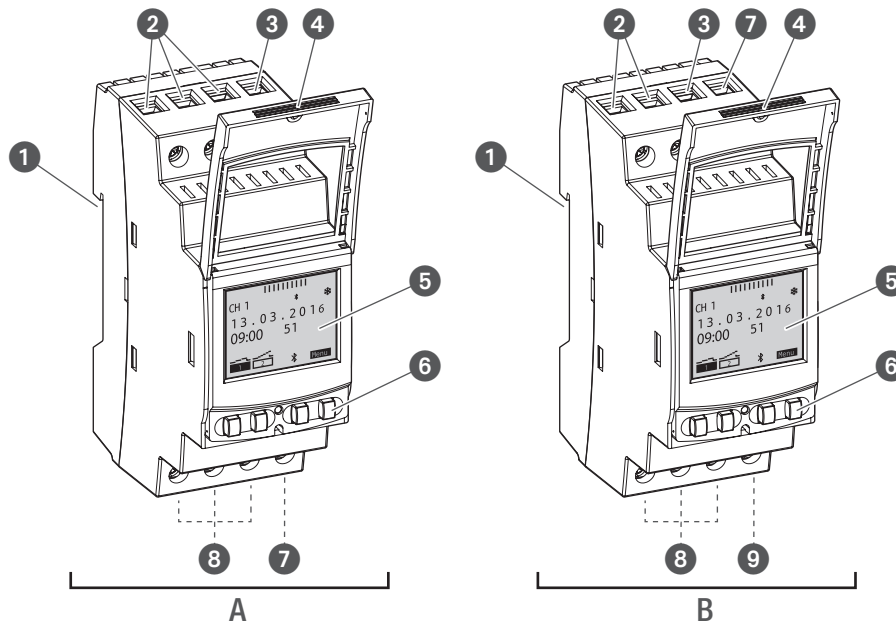

Fig. 1: Fordelingstidsur
Fordelingstidsuret er et tidsur som monteres på en DIN-skinne ved hjelp av et klikksystem (Fig. 1/①), og dette styrer den tilkoblede enheten. Fordelingstidsuret har 1 eller 2 kanaler og betjenes via en skjerm (Fig. 1/⑤) med 4 betjeningstaster (Fig. 1/⑥). Fordelingstidsuret kan programmeres manuelt eller via en mobil enhet. Radiosignalets frekvens ligger på 2,4 GHz, og maksimal utgangseffekt er på 1,8 mW.